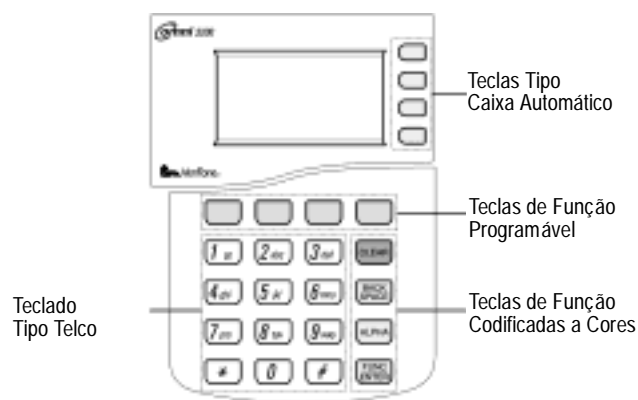

Figura 4 Teclado OMNI 3200 e Teclas de Função
- 24 teclas, organizadas em grupos (veja Figura 4):